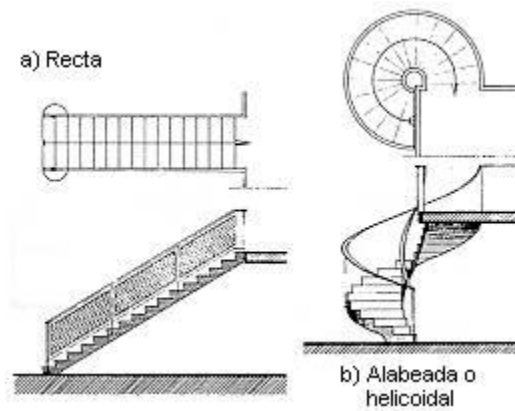

Fig 6: Escalera de suelo a suelo
- De suelo a suelo recta o alabeada: Es una losa inclinada que se apoya en los dos suelos que enlaza. (Fig 6 a y b).